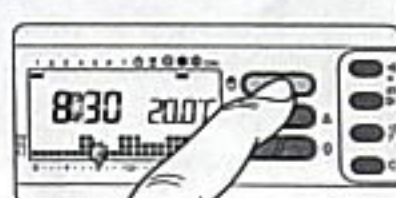

Fig. 49
**9.10** - Premere il pulsante  $\diamond$  per riportare l'apparecchio in funzionamento AUTOMATICO (fig. 49).